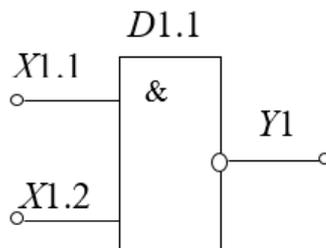

Рис. 1. Двухвходовой логический элемент 2И-НЕ
Лабораторная установка, изображенная на рис. 1, включает в себя макет с логическими схемами 2И-НЕ (микросхема 155ЛА3— четыре элемента 2И-НЕ), обозначенные на макете  $D1.1$ ,  $D1.2$ ,  $D1.3$ ,  $D1.4$ , стенд ЛРС, на котором размещается оборудование: источник питания, вольтметр универсальный В7-26.
5. Проверить логическое состояние ячейки "2И-НЕ" (рис. 1), для этого подключить входы 1 ( $X1.1$ ) и 2 ( $X1.2$ ) схемы  $D1.1$  к двум клеммам "Логический нуль" и "Логическая единица" (на макете обозначенные "0" и "1" согласно табл. 1) и фиксировать логическое состояние выхода схемы ( $Y1$ ) при различных комбинациях входных сигналов. Логическое состояние определяется с помощью светодиодов, подключенных на выходе схемы. Горящий светодиод соответствует состоянию "логическая единица", погашенный – "логический нуль". Результаты эксперимента занести в табл. 1.